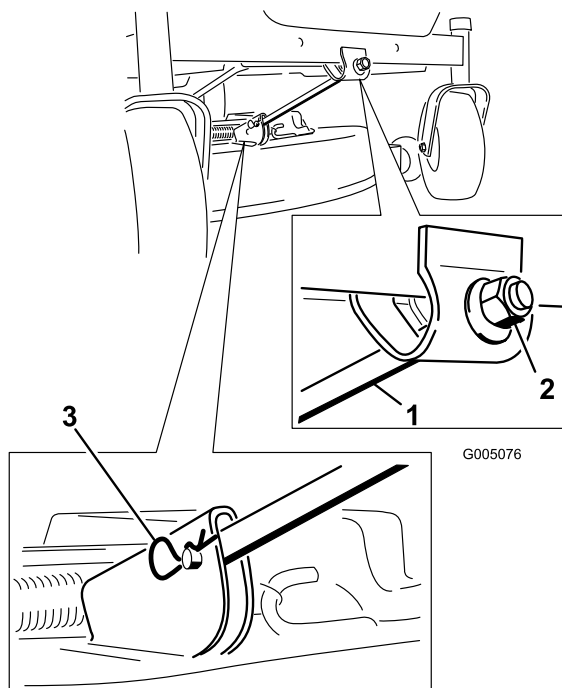

Figure 52
4. Enlevez la goupille fendue et l'axe de chape de la tige de support avant (Figure 52). Abaissez doucement l'avant du tablier de coupe au sol.
6. Fixez la tige de support avant au tablier de coupe à l'aide de l'axe de chape et de la goupille fendue (Figure 52).